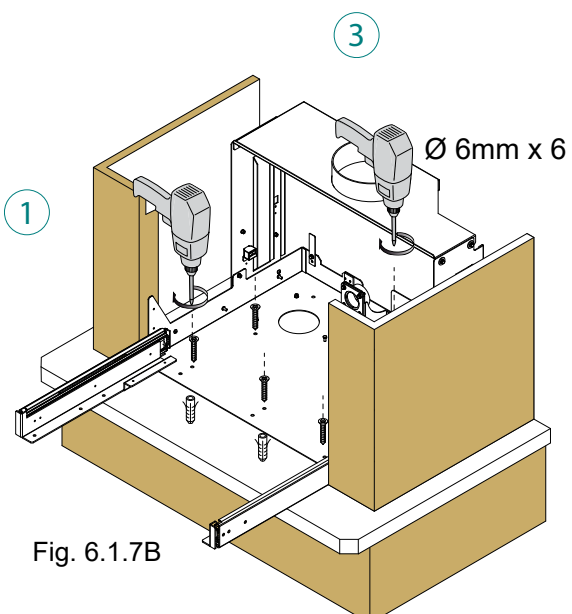

Fig. 6.1.7B
13. Insérer les chevilles de 6 mm dans les trous effectués et fixer la base avec les vis. (3) - (Fig. 6.1.7B).